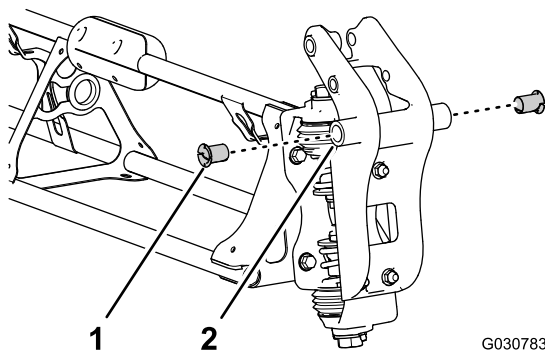

图 121
2. 将尼龙凸缘轴套插入枢轴接头两侧的 31.8mm 孔中 图 121。